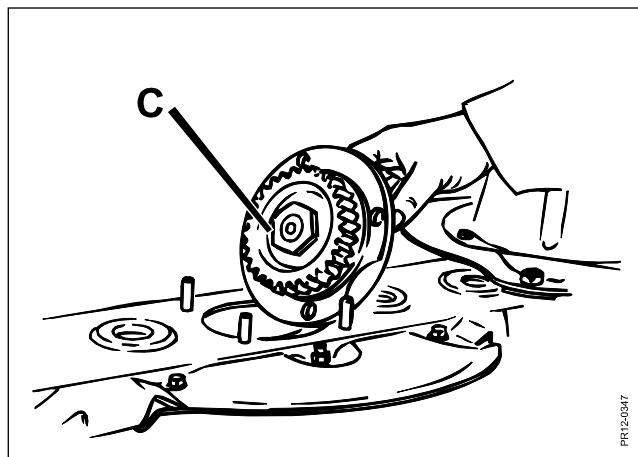

Fig. 5-8
- Fig. 5-8 Der anvendes en knivbjælke, hvor hver enkelt nav **C** let lader sig udskifte fra oven af.